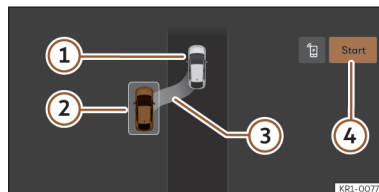
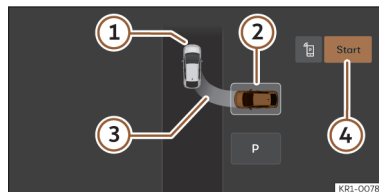

Fig. 141 No ecrã do sistema infotainment: posição para estacionar em linha.
Fig. 142 No ecrã do sistema infotainment: posição para estacionar em espinha.
>>> Fig. 141, >>> Fig. 142
- ① Próprio veículo
- ② Lugar de estacionamento detetado
- ③ Indicação da manobra proposta para estacionar
- ④ Iniciar a manobra de estacionamento
- Observe na visualização do ecrã do sistema infotainment se se detetou o lugar como «apropriado» e se atingiu a posição correta para estacionar >>> Fig. 141, >>> Fig. 142. Pare o veículo, siga as instruções apresentadas no infotainment.
- Pare o veículo, carregue no travão e, após uma breve pausa, pressione a tecla **Iniciar** ④ no sistema infotainment.